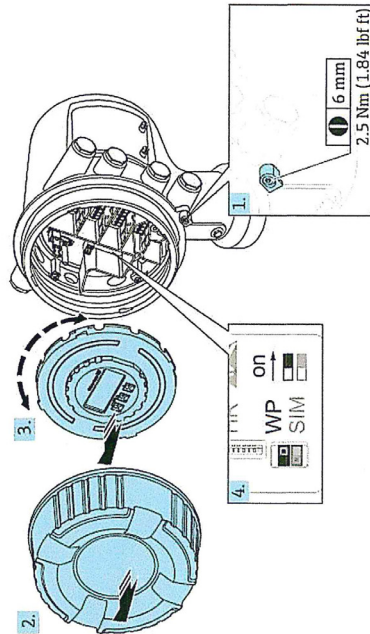

Abbildung 20: Versiegelung durch Umlegen des Eichschalters
Die Versiegelung des Radars NMR8x erfolgt über den in Abbildung 20 gekennzeichneten Schreibschutz-Schalter (WP).